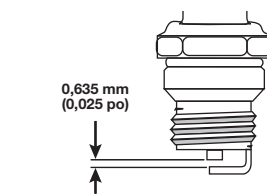

Fig. 21
4. Remplacez toute bougie fendue, encrassée ou sale. Réglez l'écartement des électrodes à 0,635 mm (0,025 po) à l'aide d'une jauge d'épaisseur (Fig. 21).